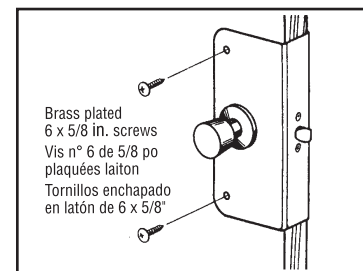

Fig. 5
Step 5: Install the side plate screws using the brass plated no. 6 x 5/8 in. truss head screws provided (**Fig. 5**).
Étape 5: Insérez les vis à tête bombée n° 6 de 5/8 po plaquées laiton fournies avec la plaque latérale (**Fig. 5**).
Paso 5: Instale los tornillos de cabeza en cruz enchapados en latón No. 6 x 5/8" en la placa lateral (**Fig. 5**).